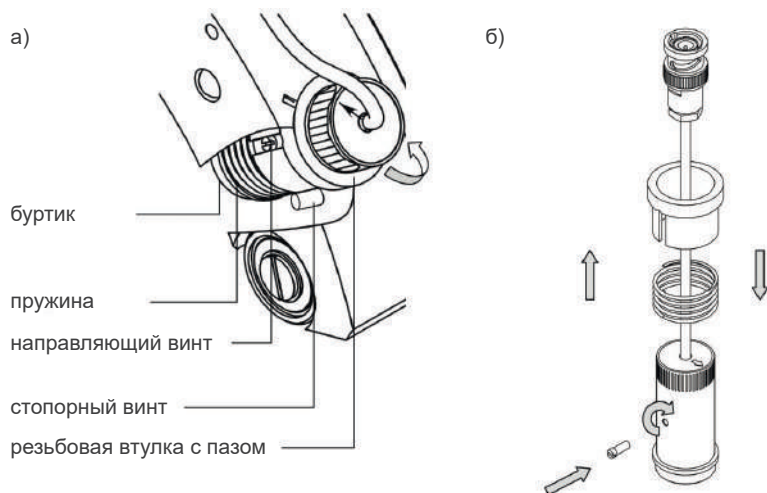

Рис. 6
- ослабьте стопорный винт (Рис. 6),
- выкрутите резьбовую втулку с пазом, вращая против часовой стрелки рифленый корпус ПЭП (Рис. 6а),
- наденьте на новый ПЭП вначале пружину, пропустив сквозь нее кабель, затем резьбовую втулку, вкрутите направляющий винт в корпус ПЭП (Рис. 6б),
- установите ПЭП в соответствующее гнездо в обойме (пружина должна опираться на буртик корпуса ПЭП, направляющий винт на корпусе ПЭП должен войти в паз резьбовой втулки - Рис. 6а), вкрутить втулку, вращая рифленый корпус,